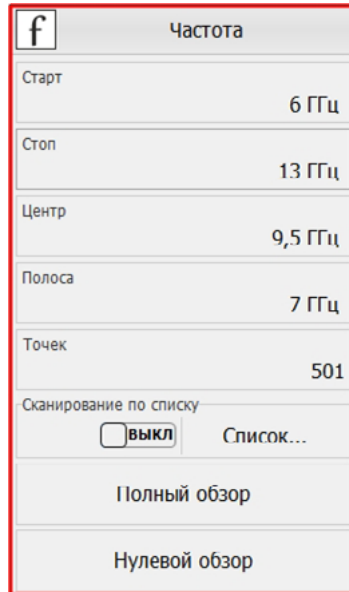

Рис. 12. Установка частотного диапазона для калибровки выходной мощности.
3. Калибруем выходную мощность ВАЦ делаем в диапазоне входных частот умножителя (6...13 ГГц), рис. 12.